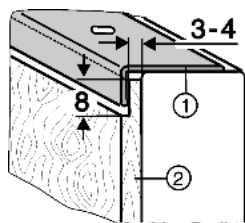

Fig. 10
▶ Более толстые декоративные панели Fig. 10 (2) согласно рисунку срезают уступом на толщину максимум 4 мм.